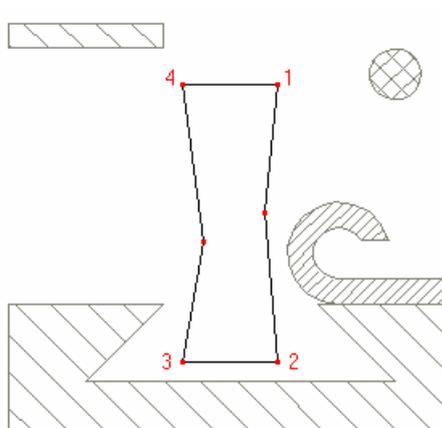

Рисунок 6
2. Укажите узлы **1** и **2** (см. Рисунок 6). Выбранные узлы подсвечиваются. Предварительный результат редактирования отображается красным цветом.
3. Укажите положение нового узла (см. Рисунок 6) и нажмите среднюю кнопку мыши.
4. Укажите узлы **3** и **4** (см. Рисунок 6). Выбранные узлы подсвечиваются. Предварительный результат редактирования отображается красным цветом.
5. Укажите положение нового узла (см. Рисунок 6) и нажмите среднюю кнопку мыши.